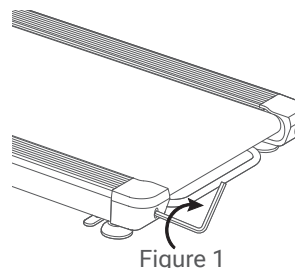

Figure 1
- Besteht Versatz des Laufbandes nach links, bitte mit dem Sechskantschlüssel die linke Schraube der Stützwalze im Uhrzeigersinn um 1/4 Umdrehung drehen (siehe bitte Abb. 1).